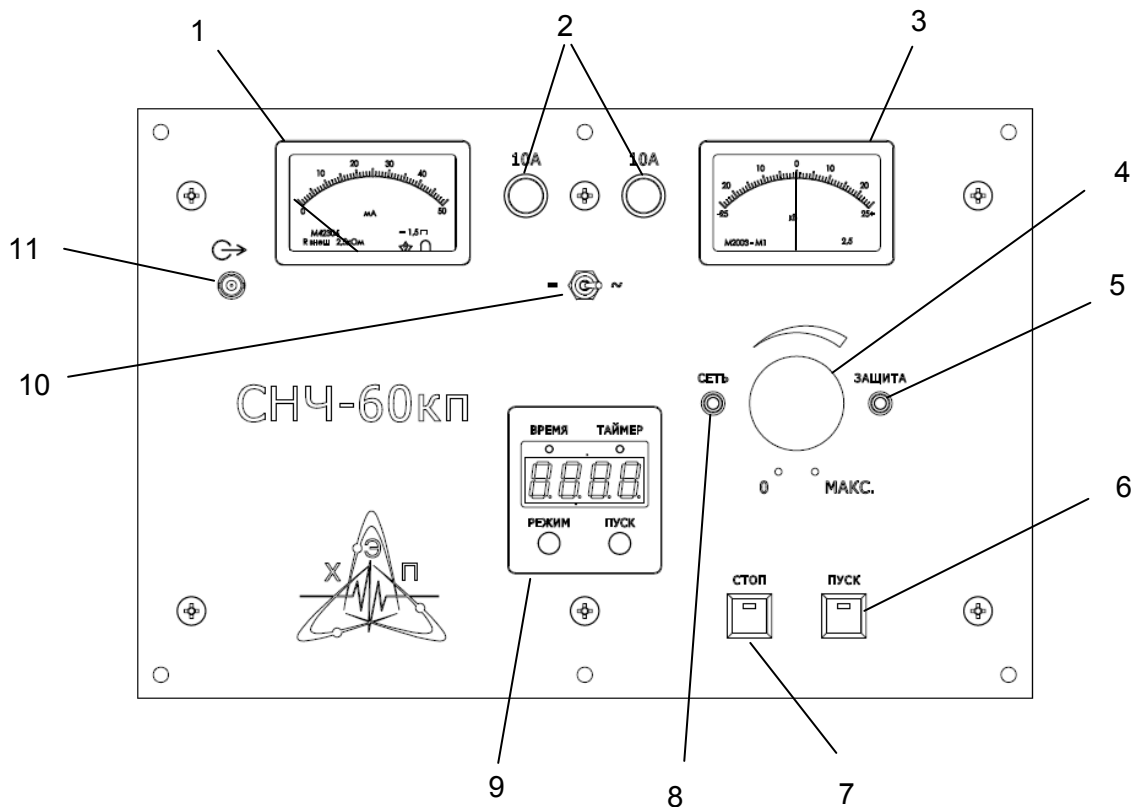

Рисунок 1. Передняя панель блока управления.
1.5.9. Напряжение с выхода регулятора поступает на разъём Х10 через контакты реле К1.1. Реле К1 включается при нажатии на кнопку SB3 «ПУСК» (Рисунок 1. Поз.6). Ток в цепи выходного напряжения регулятора контролируется платой управления. Для этого цепь выходного напряжения регулятора подключена через разъём Х17 платы управления. При превышении током величины 7,5 А реле К1 отключается, включается индикатор HL4 «ЗАЩИТА» (Рисунок 1. Поз.5).
1.5.11. Включение режима испытаний возможно только в нулевом положении регулятора напряжения. Его положение контролируется с помощью концевого выключателя SB1. В нулевом положении концевой выключатель должен быть замкнут. Если регулятор не установлен в нулевое положение, подсветка кнопки «СТОП» HL1 (Рисунок 1.Поз.7) мерцает. Если Установка готова к испытаниям индикатор на кнопке «СТОП» светится непрерывно.
1.5.12. Переключение режима испытаний (постоянный ток или 0,1 Гц) осуществляется переключателем SA1 (Рисунок 1.Поз.10).
1.5.13. Включение режима испытаний производится нажатием кнопки SB3 «ПУСК» (Рисунок 1.Поз.6). При этом индикатор готовности на кнопке «СТОП» гаснет, индикатор на кнопке «ПУСК» HL2 загорается, индицируя переход в режим испытания. Включается реле К1, формируются сигналы управления высоковольтными коммутаторами высоковольтного блока.
1.5.23. Форма испытательного напряжения в фазе компенсации может изменяться в зависимости от ёмкости объекта испытаний. Форму напряжения можно контролировать с помощью осциллографа, подключённого к разъёму на передней панели блока управления (Рисунок 1. поз.11). Коэффициент передачи напряжения на осциллографическом выходе составляет 75 мВ/кВ.
2.3.4. Выбрать режим работы установки с помощью переключателя режима (см. рисунок 1 поз.10).
2.3.5. Включить режим испытания Установки, нажатием кнопки «ПУСК» (см. рисунок 1 поз. 6). При этом кнопка «ПУСК» светится.
2.3.6. Поворачивая ручку регулятора напряжения по часовой стрелке, плавно поднять напряжение на исследуемом объекте до необходимого значения для данного испытания. При этом значение выходного напряжения контролировать по показаниям регистратора выходного напряжения (см. рисунок 1 поз. 3). Ток заряда емкости исследуемого объекта можно оценить по показаниям индикатора выходного тока (см. рисунок 1 поз. 1). Стрелка регистратора выходного напряжения будет отклоняться от нулевого положения вправо и влево с частотой испытательного напряжения.